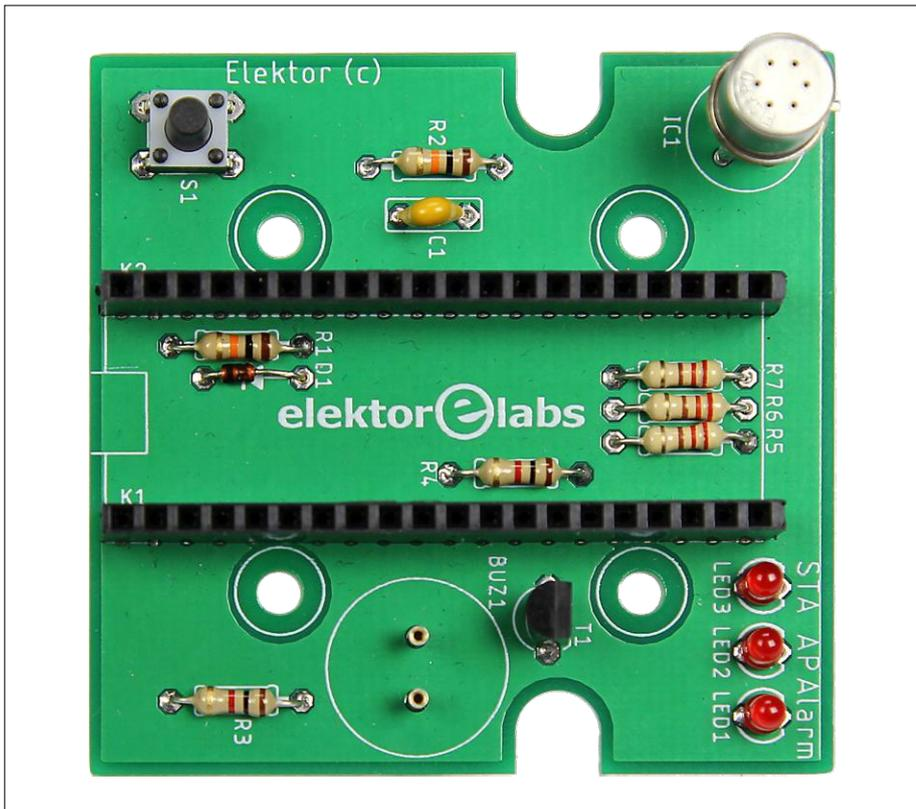

Figure 3. Quelques composants sont cachés sous le module ESP32. Le boîtier métallique en haut à droite de la carte, c'est le capteur TGS2600.
pour cela un module à microcontrôleur à base d'ESP32. En réalité nous avons fait deux versions de ce projet : une sur un bout de plaque de prototypage et une autre sur un circuit imprimé. La première version comporte un module ESP32-PICO-kit, un écran OLED de 2,4 cm, un bouton-poussoir, un buzzer et bien sûr le capteur. La version sur circuit imprimé (CI) est presque identique sauf que pour visualiser les données, l'écran OLED est remplacé par une page web. On a ajouté trois LED pour montrer l'état de la connexion au réseau sans fil (fig. 3). La version CI conçue au labo d'Elektor tient dans un boîtier bon marché Hammond de type 1593k (fig. 4).